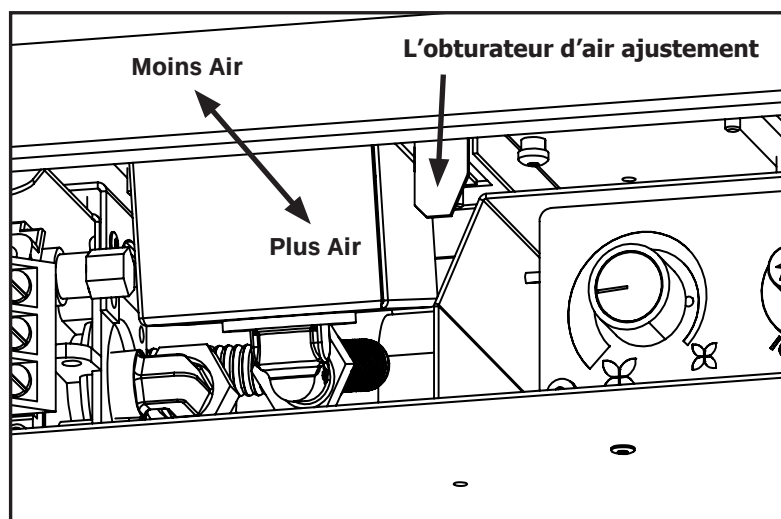

Figure 4. Levier de réglage de l'obturateur d'air.
Le levier de réglage de l'obturateur d'air est sur le côté droit de la boîte de venturi (voir figure 4).
Installez les quatre (4) piles AA dans le compartiment à piles de la IFC. Notez la polarité de la pile et l'introduire dans le compartiment de batterie comme il est indiqué sur le corps du porte-pile. Appuyez sur le bouton de réinitialisation sur la IFC marqué «SW1» (voir Figure 4).